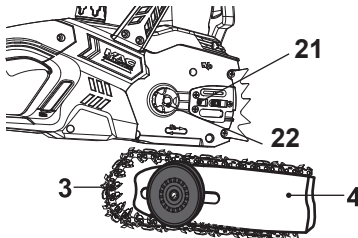

Fig. 5
6. Alinee el conjunto de la espada (4) y la cadena de la sierra (3) con el engranaje de transmisión (22) y el pasador de apoyo (21). Coloque la cadena alrededor del engranaje de transmisión y baje la espada para instalarla en el pasador de apoyo (Fig. 5, 6).
7. Asegúrese de que la cadena (3) está bien colocada en la ranura alrededor de la espada (4) antes de reinstalar la cubierta.